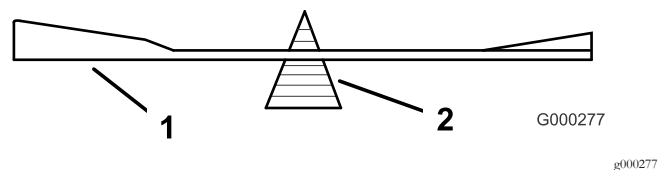
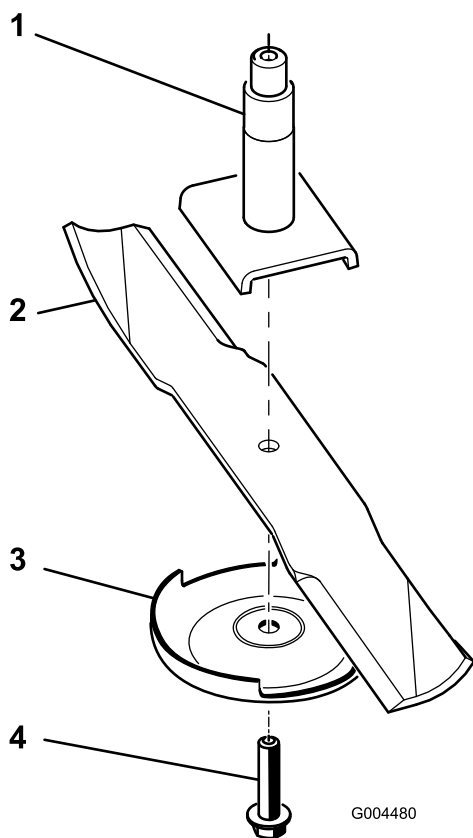

图22
图23
2. 卸掉刀片螺栓、防刮板并从锭轴上取下刀片图23。
2. 将刀片放到刀片平衡器上来检查刀片的平衡图22。如果刀片能够保留在水平位置则证明刀片是平衡的且可以使用。如果刀片不平衡可仅在刀翼区一端研磨掉部分金属图23。重复此程序直至刀片达到平衡。
1. 把刀片安装到锭轴上图23。
2. 安装防刮板和刀片螺栓图23。